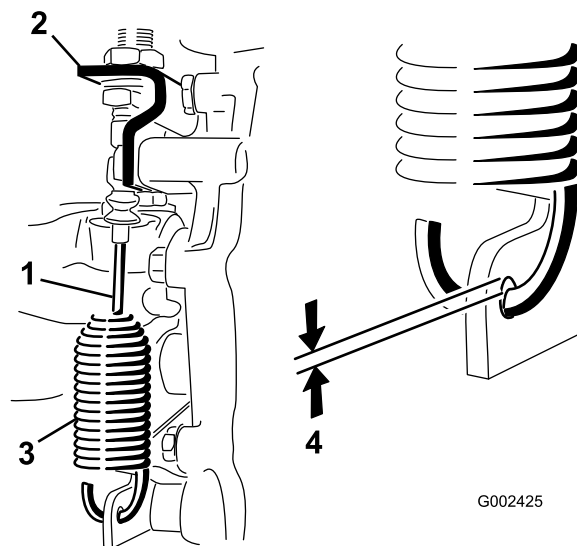

Figure 44
2. Desserrez les écrous de blocage qui fixent le câble de blocage du différentiel au support de la boîte-pont (Figure 44).